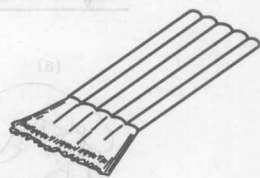

图 1-7 排笔
**排笔(或板刷)** 用橡皮擦图纸时,会出现很多橡皮屑,要用排笔(图 1-7)及时清理干净。另外,绘图时还需用胶带纸、小刀、双面刀片等。